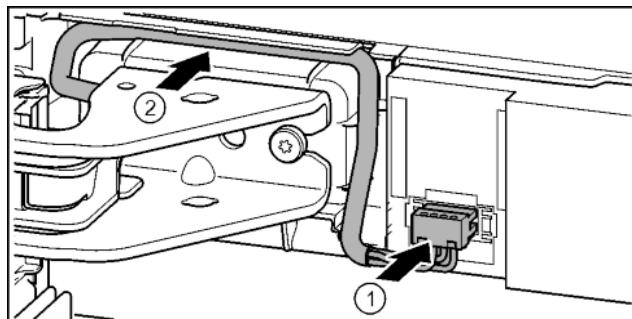

Fig. 42
- ▶ Фиксирайте щепсела над горната лагерна стойка и внимателно поставете кабелните спонове в канала. Fig. 42 (1)
- ▶ Внимателно прокарайте сивия кабел във водача над горната лагерна стойка. Fig. 42 (2)